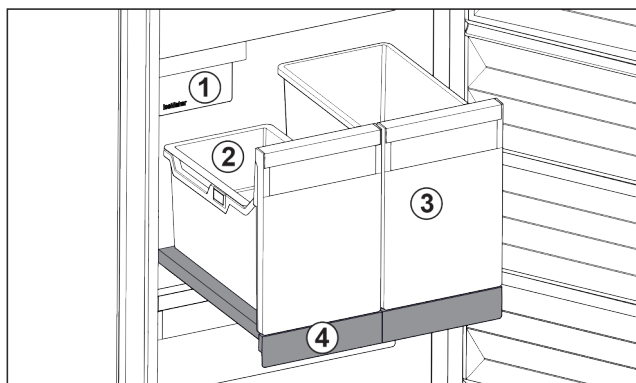

Fig. 193 Izvlačna ploča s IceTower
Na izvlačnoj ploči se nalaze dva visoka spremnika (IceTower). U spremniku se skupljaju i spremaju Fig. 193 (2) kockice leda iz IceMaker. Spremnik Fig. 193 (3) je prikladan za čuvanje visokih namirnica kao što su pizza ili alkoholna pića.